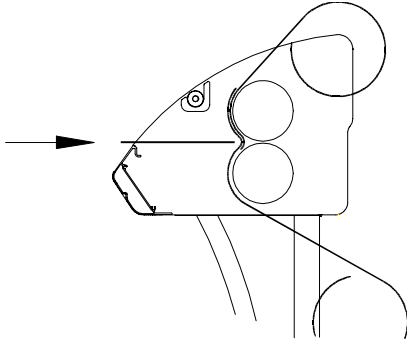

Figura 16
- Use el tablero guía proporcionado para empujar la(s) laminilla(s) a través de la línea de tangencia (figura 16).
- Empuje la laminilla(s) dentro de la línea de tangencia usando el tablero guía suministrado (véase la figura 16).